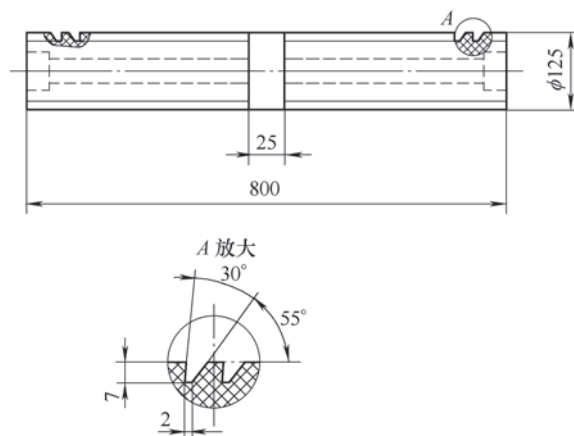

图 2
(2) 加工异形螺纹胶辊。该胶辊外径为125mm，螺距为25.4mm，由两段螺纹组成，牙深为7mm，牙型如图2所示。为了保证牙型，除把砂轮修整成牙型槽的尺寸与形状外，还得将车床小刀架顺时针方向扳85°，砂轮轴线与工件轴线相交成5°，方向按图2要求。进刀与退刀，不用中拖板，而用小拖板。采用两次走刀磨出一端螺纹后，再将工件调头安装，用同样方法磨出另一端螺纹。